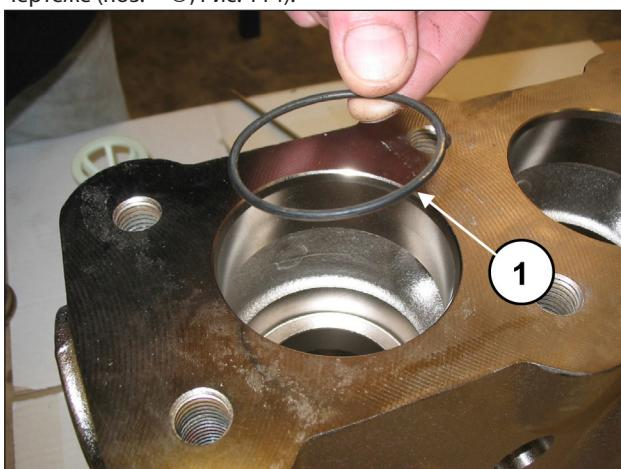

Рис. 114
Вставьте кольцо O-ring, поз. №6 на деталировочном чертеже (поз. ①, Рис. 114).